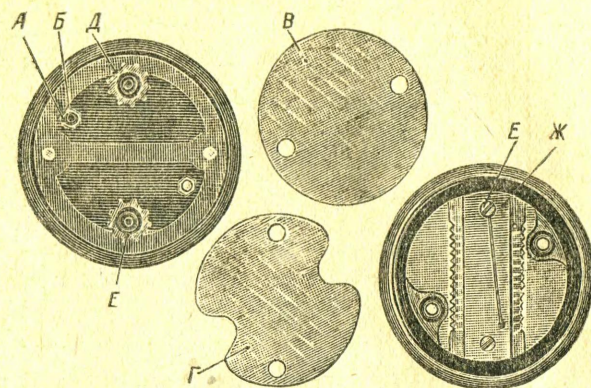

Рис. 4. Двухконтактный электрообогреватель
а) Двухконтактный электрообогреватель (старой конструкции, рис. 4) является съемным и рассчитан для включения в сеть самолета напряжением тока 12 или 24 V. На крышке двухконтактного электрообогревателя обозначено напряжение (12 или 24 V) электрического тока, при котором электрообогреватель должен работать.
ными пластинками Г (рис. 4 и 5); все это соединено контактными винтами и гайками Е, Д (рис. 4 и 5) с крышкой обогревателя и крышкой корпуса двумя крепежными винтами и гайками А, Б (рис. 4 и 5).
а) Включение двухконтактного обогревателя. Для включения электрообогревателя в работу следует ввести кабельные наконечники между шайбами контактных винтов и закрепить их изолированной гайкой Д (рис. 4) от руки, не прибегая к помощи инструментов.
- отвернуть и снять две гайки крепежных винтов А подогревателя (рис. 4 и 5) и отвернуть 2 винта Б (рис. 4 и 5);
- снять покрывку В обогревателя (рис. 4 и 5);
- снять изолировочную пластинку Г (рис. 4 и 5);
- отвернуть контактные винты Е (рис. 4 и 5);
- вытолкнуть штифты и снять пластинку Ж подогревателя (рис. 4 и 5).